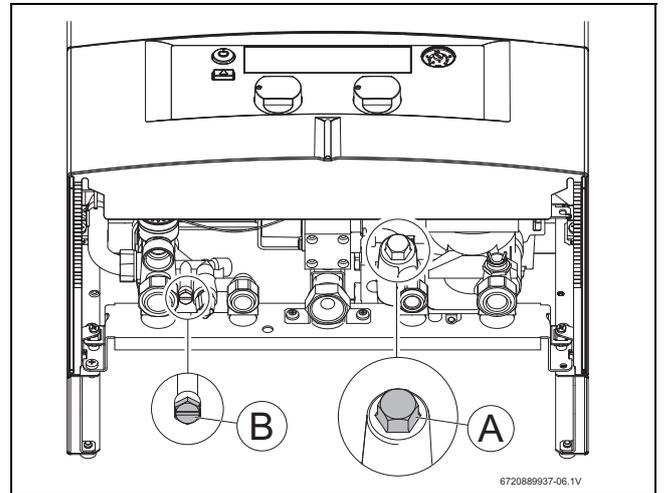

Fig. 31
- ▶ Retirer le capuchon (fig. 31, pos. A).
- ▶ Dévisser la vis de purge (fig. 31, pos. B).